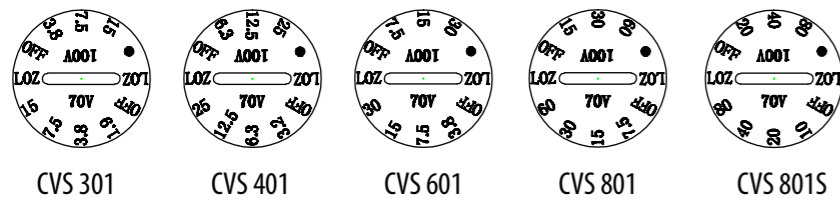

Fig.6 Commutateurs de sélection de prise de haut-parleur
- L'enceinte est équipée d'un transformateur multi-prises pour une utilisation dans les systèmes à ligne distribuée (Fig.6). Il y a aussi un robinet LOZ. Sélectionnez le robinet requis avant de pousser le gril en place. L'impédance moyenne de chaque enceinte de cette plage est de 8 Ohms avec le réglage LOZ.